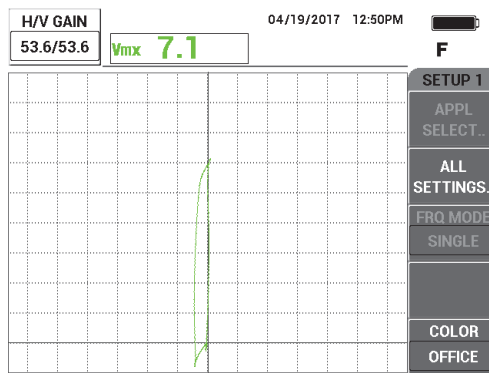

Abbildung 5-236 Einstellen der Verstärkung
4. Drücken Sie die Direktzugriffstaste GAIN (**dB**) und erhöhen Sie die Verstärkung, bis das Fehlersignal über 6 vertikale Skalenteile hoch reicht (siehe Abbildung 5-236 auf Seite 313).